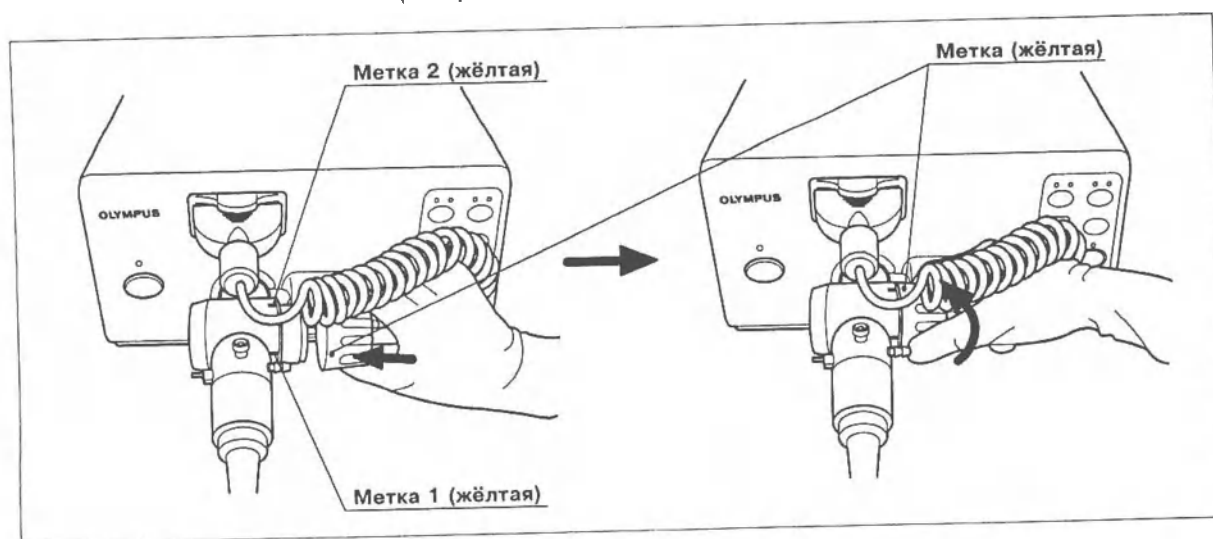

Рис. 3.14
- 5 Совместите метку на кабеле видеоскопа с меткой 1 на коннекторе эндоскопа и вставьте его внутрь до упора (см. рис. 3.14).
6. Поверните коннектор кабеля видеоскопа по часовой стрелке до упора (см. рис. 3.14).